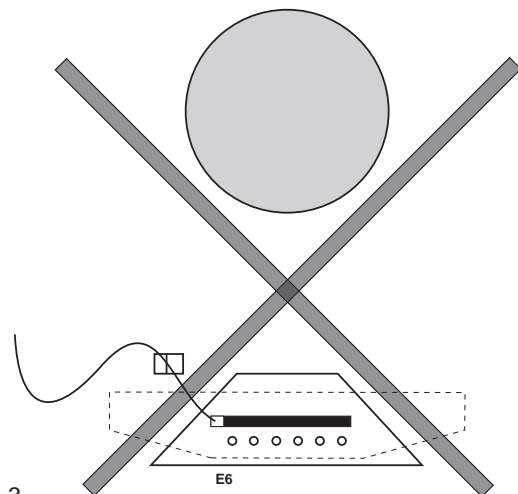

Abb. 3
9. Die Schutzfolie vom Tonabnehmer entfernen und diesen von innen an die Decke unter den Steg kleben (Abb. 3). Achten Sie darauf, dass das Ende mit dem Kabel bei der tiefen E-Saite (E6) etwa 10 mm übersteht.
10. Befestigen Sie die Kabelhalterung beim Tonabnehmer innen an der Decke. Achten Sie darauf, dass der Abstand gering ist (Abb. 3).